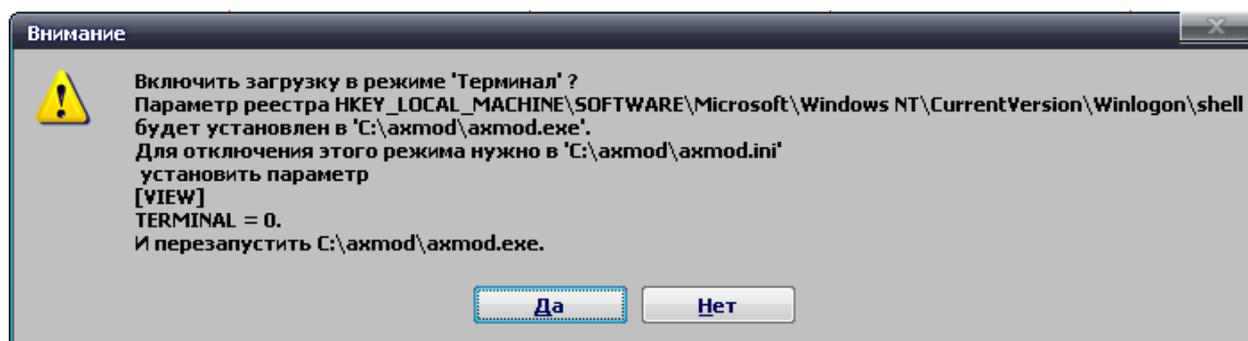

Рис. 7.1. Подтверждение установки режима «терминала».
- Потом необходимо запустить исполняемый модуль `EmzView.exe`, который попросит подтверждение (смотрите Рис. 7.1);